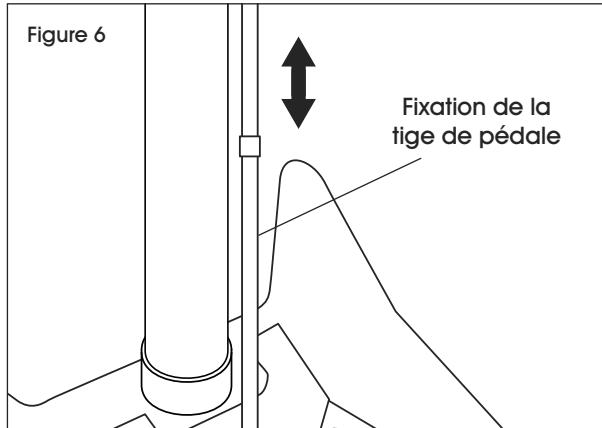

Figure 6
3. Pour régler la longueur de la tige de la pédale, détachez le bas de la tige de la pédale, puis vissez la moitié inférieure de la tige vers le haut ou vers le bas selon vos besoins. (Voir Figure 6)